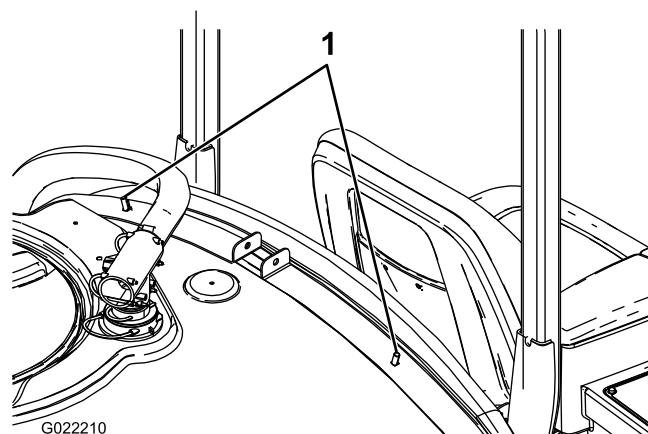

Figura 2
2. Instale dois parafusos de carroçaria nos furos interiores superiores na frente das correias do depósito (Figura 2).